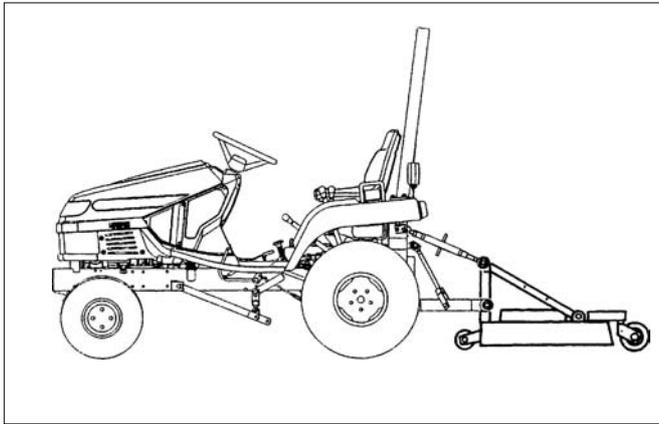

FIG. 48
**FIG. 48 : Type de travail** – Accrochage/déaccrochage des outils et autres opérations nécessitant de garder l’outil à hauteur constante au-dessus du sol. Egalement utilisé avec les outils à roulettes de terrage (appui).